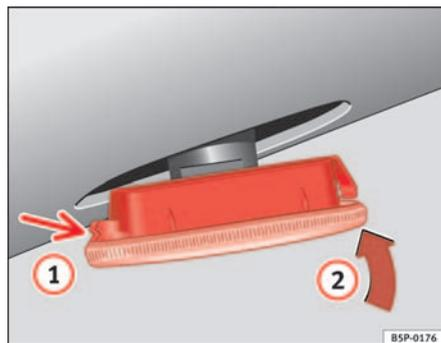

Fig. 186 Intermitente lateral
- Coloque el intermitente en primer lugar en el orificio de la carrocería, encajando las pestañas ⇒ fig. 186, flecha ①.
- Encaje la lámpara como indica la flecha ② ⇒ fig. 186 ■